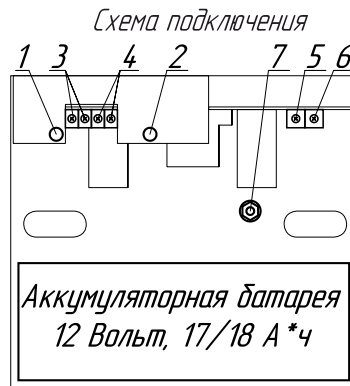

Рисунок 1.
- ББП устанавливается на стенах или других вертикальных конструкциях помещения в местах с ограниченным доступом посторонних лиц. Ввод кабелей осуществляется через технологические отверстия корпуса. Подключение производится в следующей последовательности (см. рисунок 1):